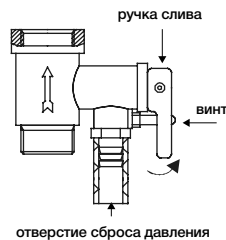

Рис. 8
– для вертикальных водонагревателей серии ME2: нажать до щелчка кнопку, расположенную по центру термовыключателя, который находится рядом с ТЭНом (имеет круглую форму), рис.8;